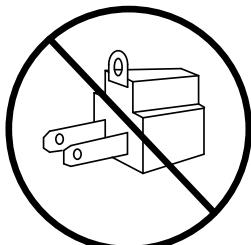

Figure 2
- N'utilisez pas d'adaptateur entre fiche et prise. (Voyez la Figure 2).